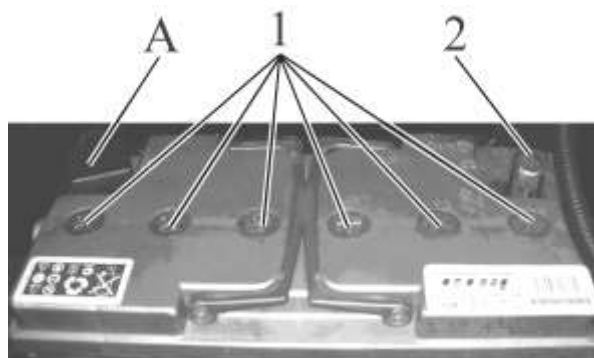

Рисунок 6.4.3 – Обслуживание аккумуляторной батареи
- проверьте состояние клемм 2 (рисунок 6.4.3) выводных штырей, которые находятся под защитными чехлами «А», и вентиляционные отверстия в пробках 1. Если необходимо, смажьте клеммы техническим вазелином и очистите вентиляционные отверстия;